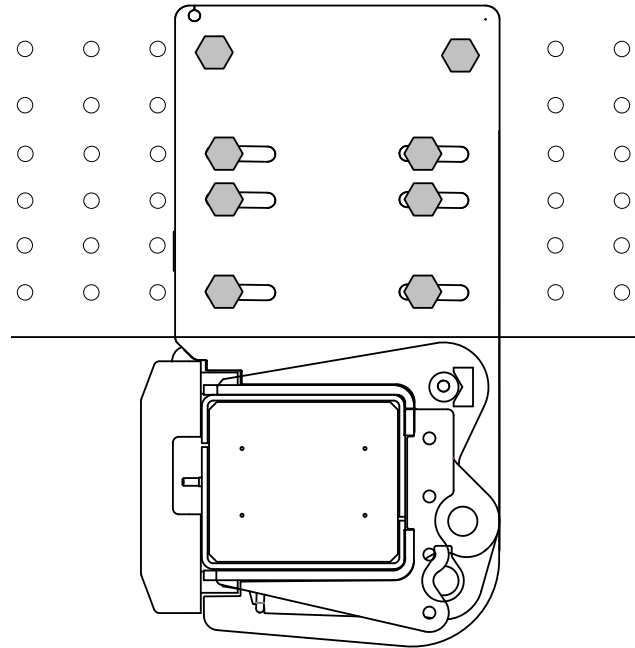

Abb.29. Montage der Rahmenbefestigung am Fahrzeugrahmen mit vorgebohrten Löchern
15. Schrauben Sie die Befestigungen an der Außenseite des Fahrzeugrahmens an. Montieren Sie mindestens 6 Schrauben in die vorgebohrten Löcher. Verwenden Sie die passenden Schrauben (Festigkeit entsprechend M14 10.9 oder höher) und montieren Sie die dazugehörige Unterlegscheibe und Mutter an die Innenseite des Fahrzeugrahmens. Montieren Sie die Schrauben, ohne diese anzuziehen. Siehe Abb.29.
18. Bohren Sie Löcher in den Fahrzeugrahmen für Befestigungsschrauben in jedes der zwei oberen runden Löcher der Befestigung. Verwenden Sie die passenden Schrauben (Festigkeit entsprechend M14 10.9 oder höher) und montieren Sie die dazugehörige Unterlegscheibe und Mutter an die Innenseite des Fahrzeugrahmens. Siehe Abb.29. Ziehen Sie die Schrauben mit einem Drehmomentschlüssel an. **Anzugsmoment: Standard für gewählte Schraube.**